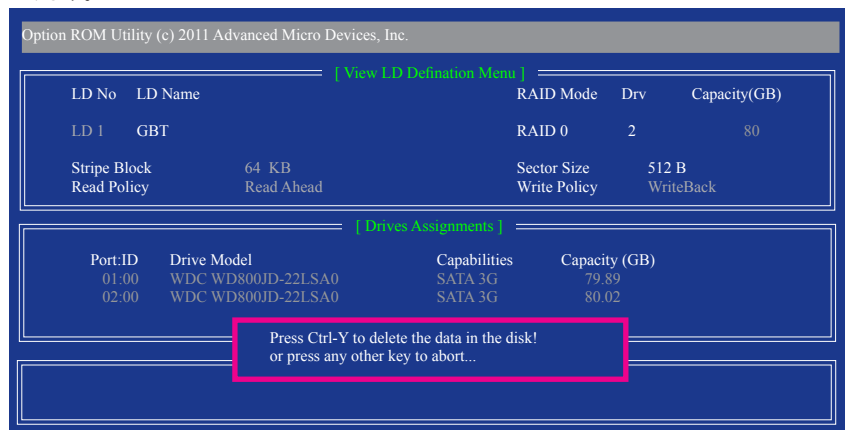

図 10
2. **View LD Definition Menu** が表示され (図 10 を参照)、このアレイに割り当てられたドライブを示します。中断するアレイまたは保管キーを削除する場合、<Ctrl>+<Y> を押します。